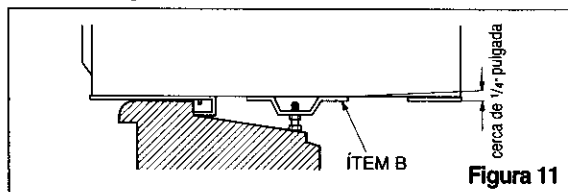

Figura 11
**10** El gabinete debe instalarse con una inclinación muy ligera (cerca de 1/4 pulgada, 6.35 mm) hacia abajo y hacia fuera (Figura 11). Ajuste el perno y la tuerca del soporte de antepecho para equilibrar el gabinete.